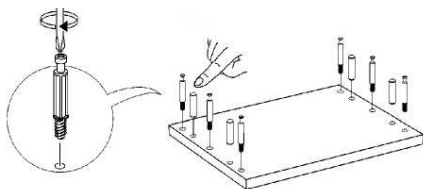

Рис. 3 - Установка шкантов и штоков эксцентриков
2.1 Ввинтите в боковые стенки (3,4), и в перегородки (6,12) штоки эксцентриков, а также вставьте шканты. (Рис.3).